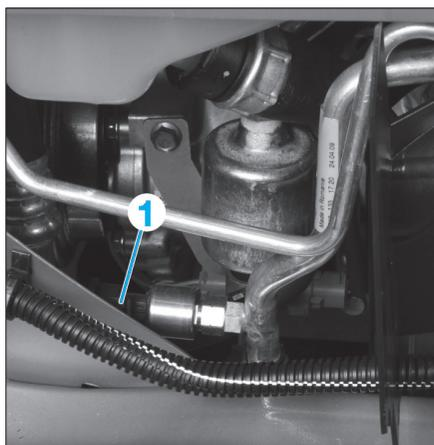

Fig. 12
- Débrancher le connecteur (1) du pressostat (Fig.12).